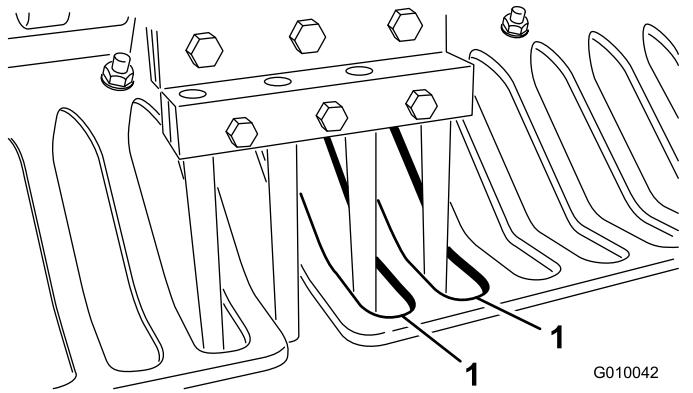

Bild 26
7. Stellen Sie sicher, dass die Tines mit der Mitte der Abstände in den Rasenschutzvorrichtungen ausgerichtet sind (Bild 26). Stellen Sie die Rasenschutzvorrichtungen ggf. ein und ziehen Sie die Muttern fest.